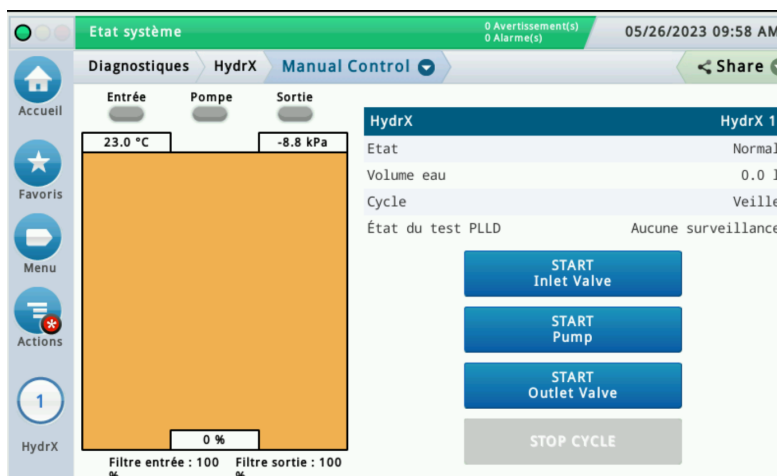

Figure 31. Exemple d'écran Commande manuelle des diagnostics HydrX
1. Touchez **Menu>Diagnostic>HydrX** pour ouvrir l'écran de diagnostic HydrX, puis touchez **Commande manuelle** (2, Figure 18) pour ouvrir l'écran de commande manuelle des diagnostics HydrX (Figure 31).